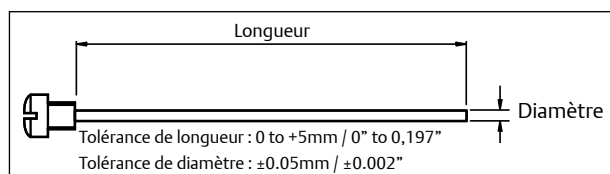

Figure 6 Dimensions SAFEKEY
(déplacement des pistons vers l'intérieur, Figure. 6).
- Passez la tige de compression HYTORK appropriée à travers le capot (Figure. 6) et vissez-la dans
- **Pour les modèles XL 26 à XL681** les pistons (20)
- Une fois les capots en place et les SAFEKEYS correctement ajustés, retirez les tiges de compression HYTORK et remplacez les boulons de scellement (28) et les joints (29).